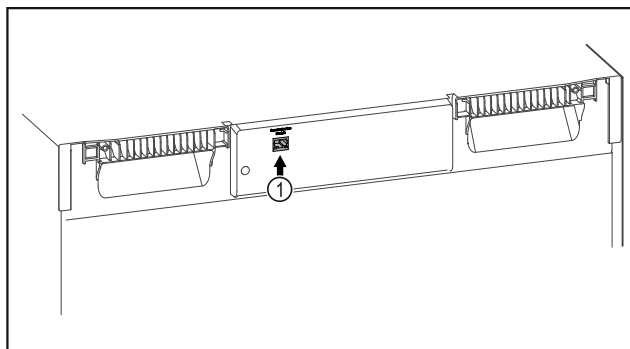

Fig. 103
- Le SmartModule Fig. 103 (1) est en place.